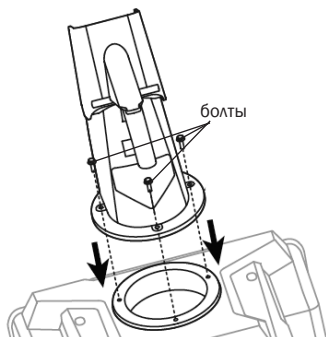

Рис. 6
1. Установите желоб для выброса снега на основание и убедитесь, что монтажное отверстие в нижней части желоба для выброса снега совпадает с отверстиями в основании (Рис. 6).
3. Закрепите желоб для выброса снега на корпусе двигателя с помощью 3 болтов М6 (Рис. 6).